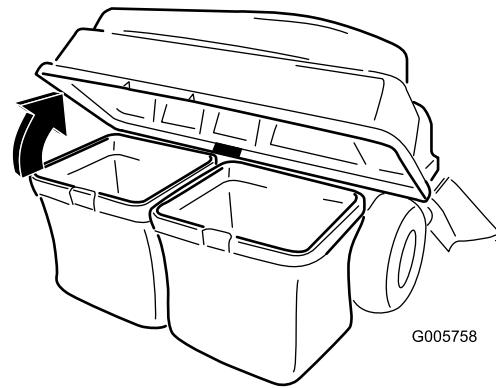

Figura 45
3. Alzate il coperchio del sistema di raccolta per aprirlo (Figura 45).